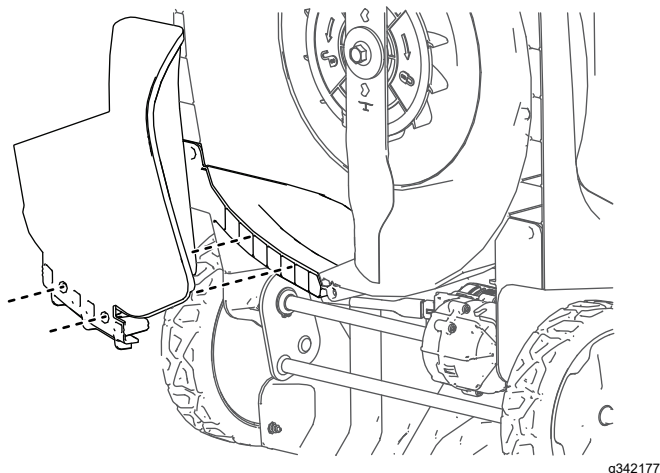

Figura 13
4. Aliniați fia de mulcire și apăsați partea inferioară a fișei până când se fixează în poziție pe cele 2 tifturi de fixare, așa cum se arată în Figura 13.